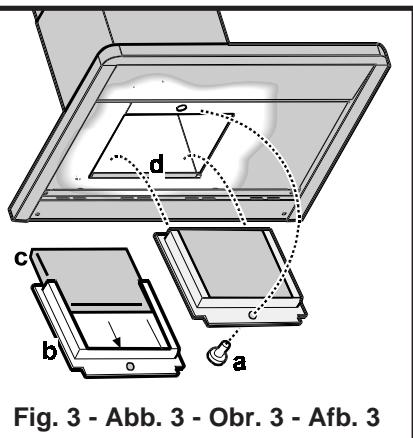

Fig. 3 - Abb. 3 - Obr. 3 - Afb. 3
- Quite el armazón **b** que sujet a el filtro **c** quitando los tornillos **a** que lo sujetan a la campana (**Fig 3**). Introduzca el almohadillado de carbón activo al interior del armazón y vuelva a montar todo en su sitio **d**.